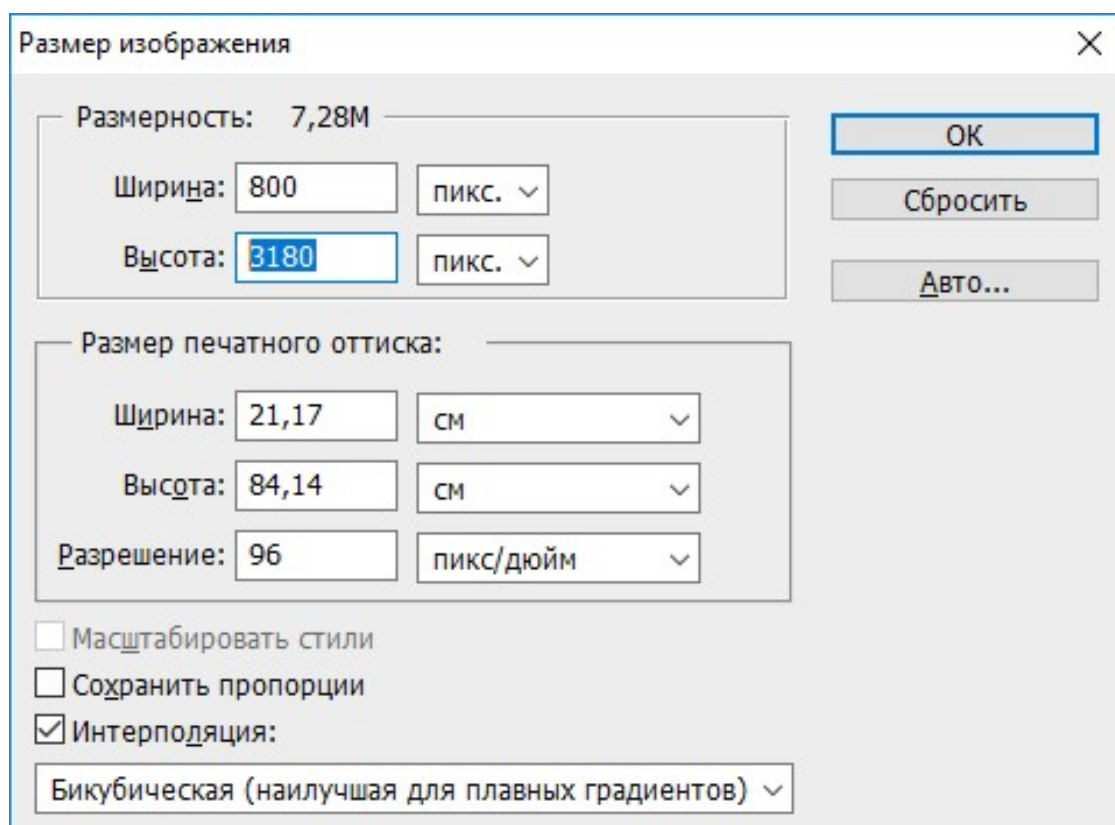

Рис. 16
2) Выбираем в меню пункт **Изображение – Размер изображения**, в открывшемся окне (рис. 16) отключаем флажок **Сохранить пропорции** и устанавливаем высоту рисунка 3180 пикселей.